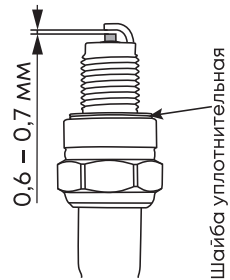

Рис. 23.
5. Проверьте зазор между электродами, он должен составлять 0,6-0,7 мм (рис. 23). При необходимости отрегулируйте зазор.